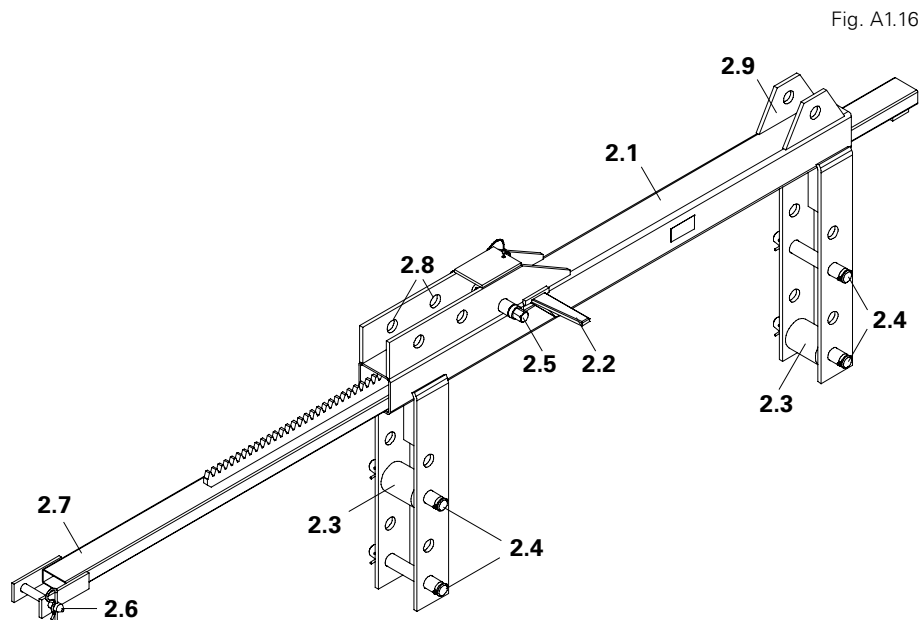

Fig. A1.16
2. Introducir la cremallera (2.7) en el carro (2.1). (Fig. A1.16)
4. Retirar del carro ambos bulones inferiores (2.4) y el rodillo (2.3). (Fig. A1.16)
8. Insertar el segundo bulón del lado del encofrado y fijar. (Fig. A1.16)